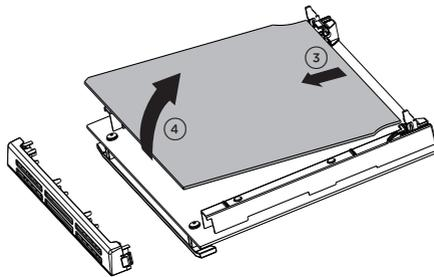

Fig. 10.22
- Levante y extraiga suavemente el vidrio interno soltándolo de los topes inferiores. No incline demasiado el cristal para evitar dañarlo (fig. 10.22).